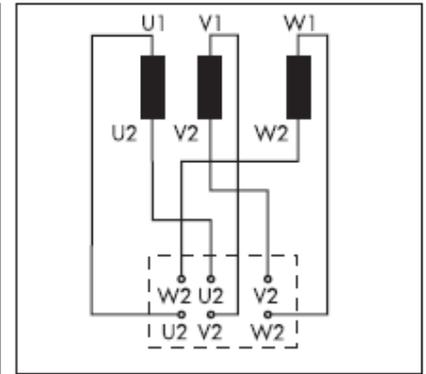

Abbildung 33 - Anschluss der Motorspulen
- Abbildung 33 zeigt den Anschluss der Motorspulen.